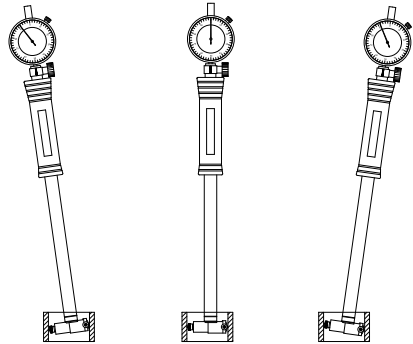

Fig.1
(1) Ajustar el tamaño: Elija el yunque, la varilla de extensión y la arandela de acuerdo con el tamaño de la pieza de trabajo, luego instálelos como se muestra a continuación. Utilice la llave para apretar el yunque cuando el rango es inferior a 1,4 ". Presione el punto de contacto varias veces después de la instalación, la aguja del indicador se moverá suavemente y con flexibilidad.
(2) Ajuste el tamaño de calibración: Seleccione el anillo de ajuste, el micrómetro de exteriores o la pieza de trabajo estándar, limpie las caras de medición con un paño suave.
(3) Poner a cero (por ejemplo, el calibre de anillo de ajuste): Inserte el calibre en el anillo de ajuste y mueva el calibre (fig.1), para encontrar el "punto de inflexión" de la aguja (la lectura máxima del reloj comparador). Afloje el tornillo de bloqueo del bisel y gire el bisel para que la "línea cero" coincida con el "punto de giro", luego apriete el tornillo de bloqueo del bisel. Mueva el calibre varias veces para asegurarse de que la "línea cero" coincide con el "punto de giro".